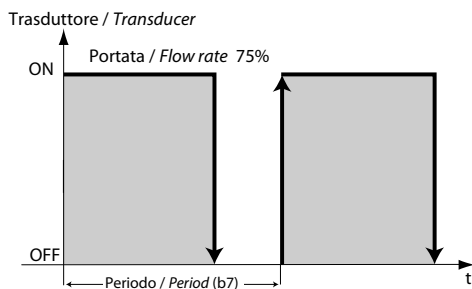

Fig. 6.e
- 51 % - 99 %: une paire de transducteurs est toujours activée pour produire 50 % de la demande de production, l'autre module comme dans la section précédente pour générer le pourcentage restant de la production. (Ex. Requête à 75 %: une paire de transducteurs est toujours activée, et l'autre module à 50 % comme représenté sur la Fig. 6.d)
- 10 % - 50 %: une paire de transducteurs est toujours éteinte, l'autre module comme dans le paragraphe précédent pour générer le pourcentage de production demandé. (Ex. Demande à 25 %: une paire de transducteurs est toujours éteinte, l'autre module à 50 %, comme indiqué dans la figure. 6.d).